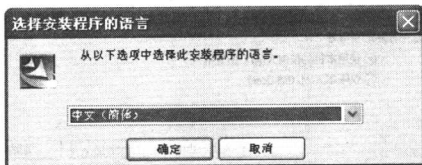

图 1-1 【选择安装程序的语言】对话框
(1) 将 CAXA 实体设计 2007 安装光盘放入光驱,然后打开【CAXA 实体设计 2007\Trial\ISSetup】文件,弹出【选择安装程序的语言】对话框,如图 1-1 所示。